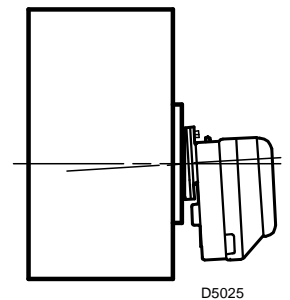

图 . 5
- 安装后, 确保燃烧器如图 5 所示, 燃烧器微微向上倾斜。